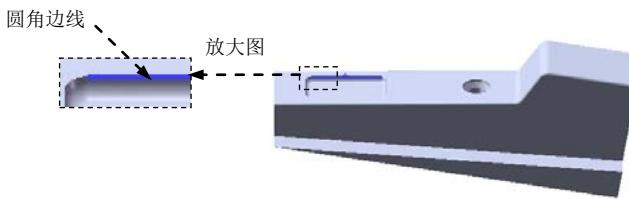

图 16.5.21 圆角边线
(2) 定义圆角类型。采用系统默认的圆角类型。
(3) 定义圆角对象。选取图 16.5.21 所示的边线为要圆角的对象。
(4) 定义圆角的半径。在 **圆角项目(D)** 区域的  文本框中输入圆角半径值 0.8，选中 **切线延伸(G)** 复选框。
(5) 单击“圆角”对话框中的 \checkmark 按钮，完成圆角 6 的创建。